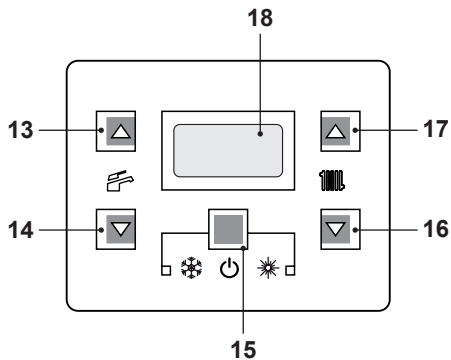
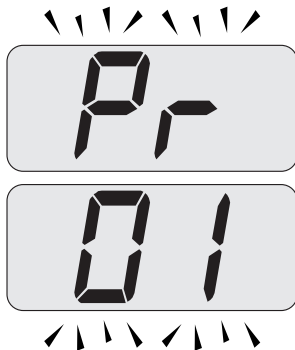

Figura 8.3
Figura 8.4
- Entrare in "modalità programmazione" premendo contemporaneamente per 10 secondi i tasti 15 - 16 - 17 (Figura 8.3) fino a far apparire sul display LCD le lettere **Pr** che si alternano con il codice **01**, indicanti l'entrata nel "parametro 01" (Figura 8.4).
- Premere contemporaneamente i tasti 15 e 17 (Figura 8.3) fino a far apparire sul display LCD il valore del parametro 05 (00=G20) (Figura 8.6).
- Premendo il tasto 15 (Figura 8.3) si ottiene la conferma del valore inserito.
- Premendo contemporaneamente i tasti 15 e 16 (Figura 8.3) si esce senza modificare il valore (ritorno alla lista parametri Figura 8.5)
- Premendo contemporaneamente per 10 secondi i tasti 15 - 16 - 17 (Figura 8.3) si esce dalla "modalità programmazione".